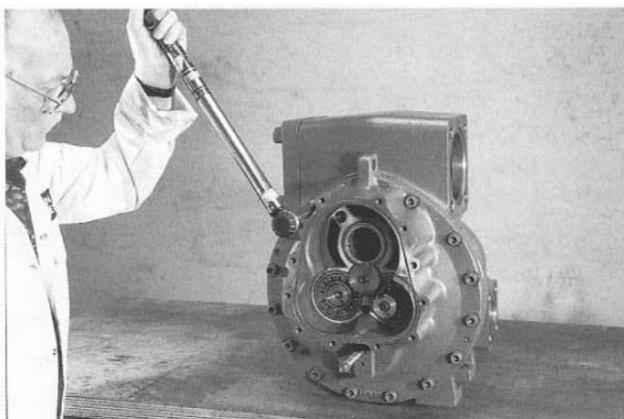

Рис. 54
33. Ослабьте и снимите только двенадцать внешних шлицевых крепежных винтов со впускного конца, оставив один, смежный с каждым из двух установочных штифтов. (Рис. 54)